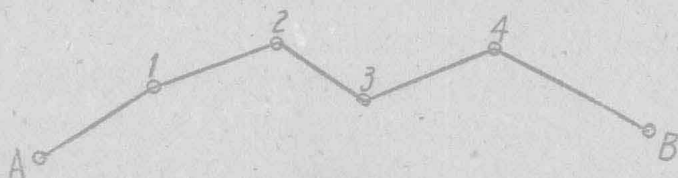

图 11 連接在两个已知点上的罗盘导綫
(2) 敷設在两个已知点間的罗盘导綫：这种測量就是从一個已知点开始，最后又連接另一个已知点，但这两个已知点必須是可靠的。如图11，A、B是两个已知的經緯仪导綫点，首先由A点开始測出罗盘导綫点1、2、3、4，最后点4就連接在B点上。根据能否連接在B点上，也同样能計算出它的精度、容許誤差及发觉差錯。